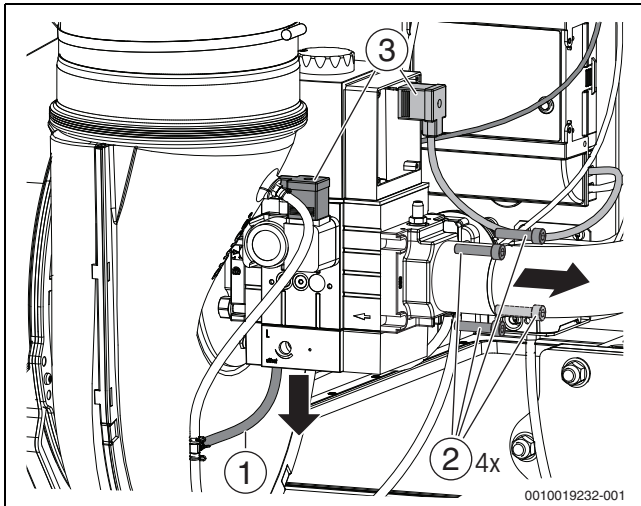

Bild 44 Anschlüsse Gasarmatur lösen
- ▶ Elektrische Verbindungen an der Gasarmatur und dem Gebläse lösen (→Bild 44, Seite 36).